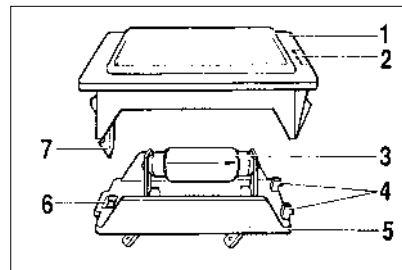

Рис. 58. Плафон освещения вещевого ящика
**Плафон освещения вещевого ящика.** Для замены лампы 3 (рис. 58) в плафоне освещения 1 вещево-